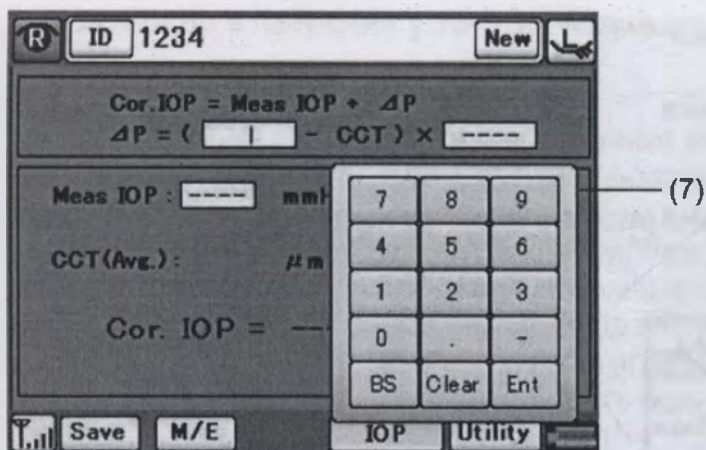

Рис. 3
- 2) Каждое поле ввода параметра 1 (2), параметра 2 (3) и IOP (4) активируется в момент прикосновения, появляется клавиатура (7) (Рис. 3).